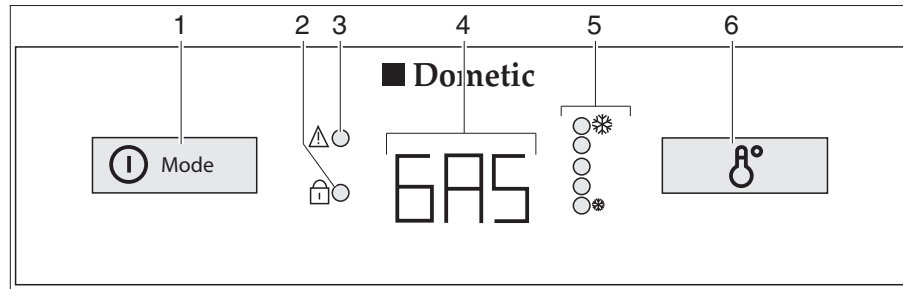

Bild 326 Bedienelemente für den Kühlschrank (Dometic 8er-Reihe mit AES)
Bei Störungen blinkt die Anzeige-LED Störung "⚠" (Bild 326,3).
Wenn die 230-V-Versorgung **nicht** angeschlossen und der Fahrzeugmotor **ausgeschaltet** ist, wählt das AES die Gasversorgung. Beim Anwählen des Gasbetriebs wird die Zündsicherung automatisch geöffnet, so dass Gas zum Brenner strömen kann. Gleichzeitig wird der elektronische Zünder eingeschaltet. Erlischt die Gasflamme, z. B. durch einen Luftzug, wird der Zünder sofort aktiviert und zündet das Gas wieder an. Bei Störung im Gasbetrieb blinkt in der Betriebsanzeige (Bild 326,4) der Text "GAS".
Nach dem Einschalten wählt der Kühlschrank automatisch die mittlere Thermostateinstellung. Diese Einstellung kann manuell mit dem Schalter für die Temperatureinstellung (Bild 326,6) nachgeregelt werden. Die Anzeige-LEDs (Bild 326,5) zeigen die gewählte Thermostateinstellung an. Mit dem Schalter wird die Kühltemperatur für alle drei Energiearten eingestellt. Es dauert einige Stunden, bis der Kühlschrank die normale Betriebstemperatur erreicht hat. Beim Umschalten der Betriebsart wird die Thermostateinstellung beibehalten. Die Kühltemperatur wird unabhängig von der Energieart beibehalten.
- Den Einschalter/Energie-Wahlschalter (Bild 326,1) 2 Sekunden lang drücken, um das Gerät einzuschalten. Die zuletzt gewählte Betriebsart wird in der Betriebsanzeige (Bild 326,4) angezeigt.
- Mit dem Einschalter/Energie-Wahlschalter (Bild 326,1) die Energieart wählen.
- Die Kühltemperatur am Schalter für Temperatureinstellung (Bild 326,6) einstellen. Die Anzeige-LEDs (Bild 326,5) zeigen die gewählte Thermostat-Einstellung.
- Den Einschalter/Energie-Wahlschalter (Bild 326,1) 2 Sekunden lang drücken. Alle Anzeigen erlöschen.